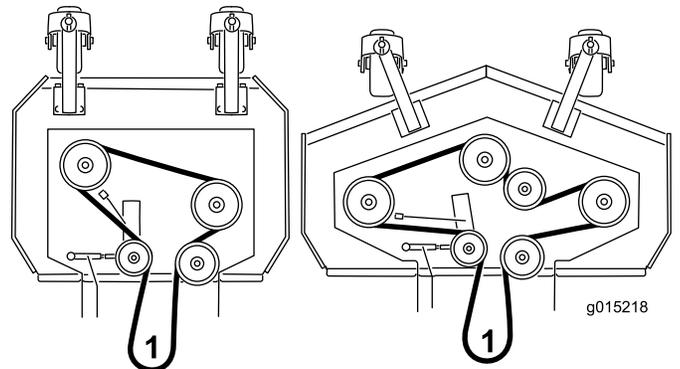

Bild 5
6. Kontrollieren Sie die Führung des Mähwerktreibriemens (Bild 5). Weitere Informationen zum richtigen Einstellen des Mähwerktreibriemens finden Sie im Abschnitt „Mähwerkriemenspannung“ in der Bedienungsanleitung.